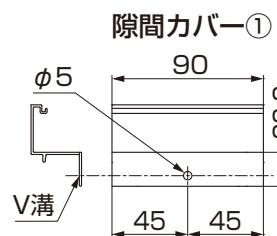

図4-10
- ①隙間カバーを90mmに2本切断してください。
- ②隙間カバー②を10mm切り欠き加工をしてください。
- ③隙間カバー①と②にφ5に穴加工をしてください。（図4-10・11参照）
- ④隙間カバーを取付けた位置に90角柱（中間用）を、先に150角フレーム下に【22-1】で取付けてください。
- ⑤隙間カバーを取付けた部分に90角柱（中間用）を、150角フレームに取付けてください。